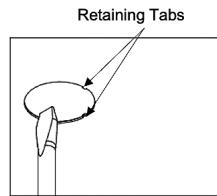

Figure 2
STEP 8: Position the fixture housing ① against the mounting surface and with a pencil, mark the screw hole locations to be located at the narrow section of the keyholes (see Figure 2).
ÉTAPE 8: Placez le boîtier du luminaire ① contre la surface de montage et avec un crayon, marquez les emplacements des trous de vis qui doivent être situés sur la partie étroite des trous de serrure (voir la Figure 2).